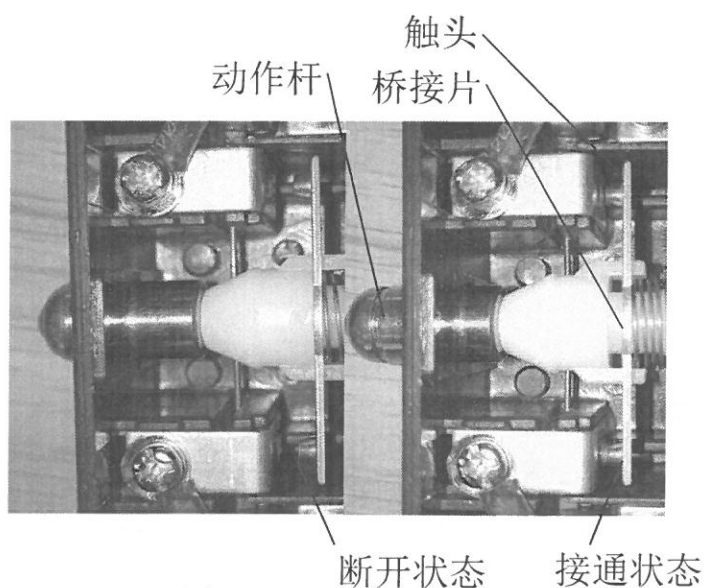

图 7
- c) 手动触发开关，查看安全回路是否断开。开关接通和断开状态如(图 7)所示。